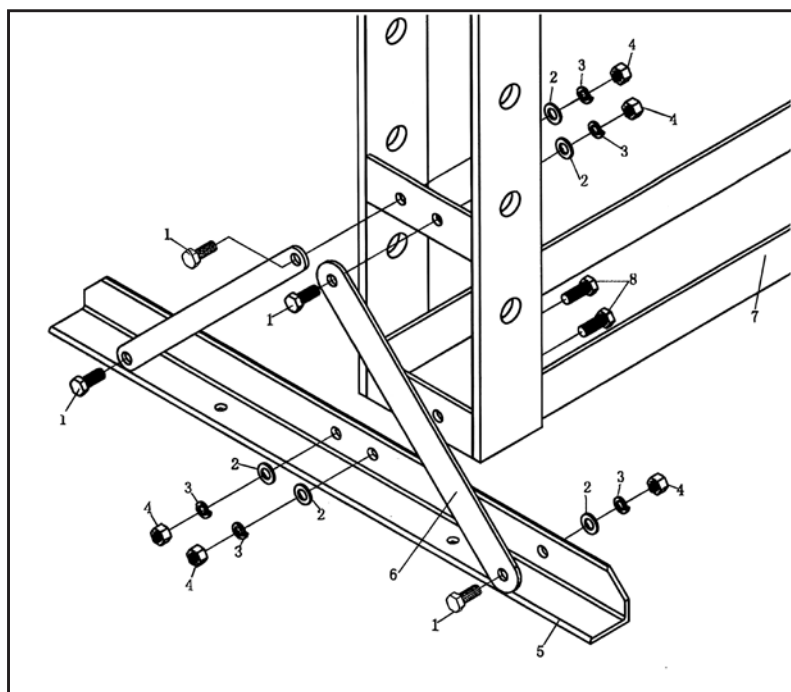

Figure 1
- Le châssis du plateau (11) est placé au bas pour faciliter l'emballage et le transport.
- **Fixez la section de base (05) et le support (06) à la plaque de connexion gauche et droite à l'aide du boulon (01), de la rondelle (02), de la rondelle frein (03) et de l'écrou (04).** (figure 1)
- Enlevez le bouchon de manomètre, assemblez la rondelle en nylon (23) sur le raccord de manomètre puis fixez le manomètre (13) et serrez fermement. Serrez aussi fort que possible, sinon il pourrait y avoir une fuite.